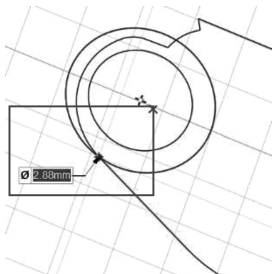
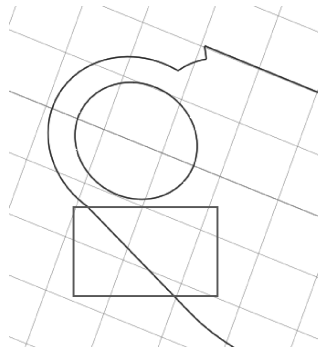
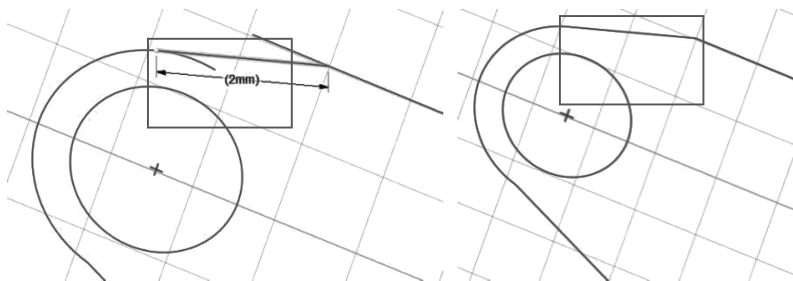
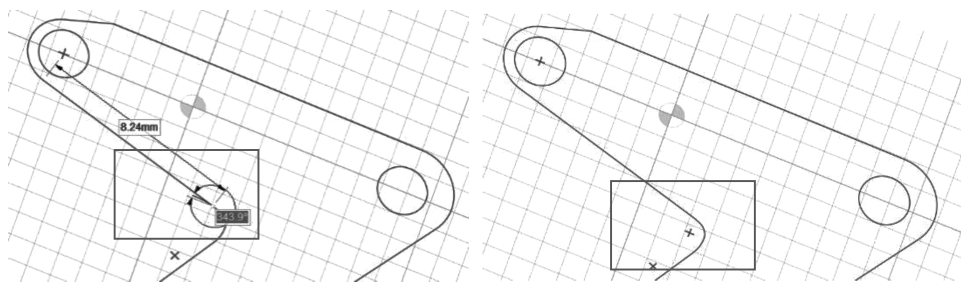

图 12-104 画圆
图 12-105 修剪多余边线
图 12-106 修剪搭建外侧边线
图 12-107 修剪搭建内侧边线
(4) 在工具栏中单击【Design】→【Circle】，在短边处画圆，如图 12-104 所示。然后单击【Trim Away】剪切多余边线，如图 12-105 所示。接着修剪搭建外侧边曲线，并用长度为 2mm 的【Tangent Line】连接，如图 12-106 所示。继续修剪搭建内侧边曲线，并用长度为 8.24mm 的【Tangent Line】连接，如图 12-107 所示。约定直角边为外侧边，优化边为内侧边。